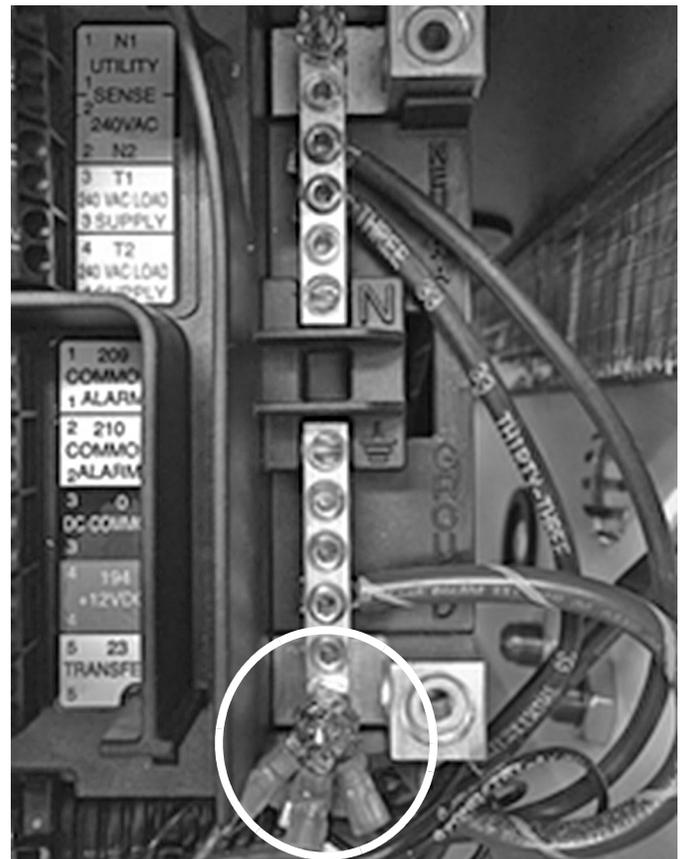

Figura 3-8.
- Cablee el sensor de presión de gas (vea la Figura 3-8)